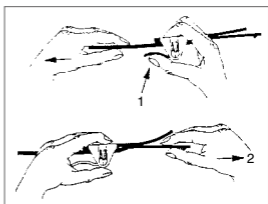

Fig. 5 Cinta craneal Lightweight
Ajuste de la **cinta craneal Lightweight (ver Fig. 5)**: Para el ajuste al contorno craneal la cinta se puede ensanchar mediante pulsación de la palanca (1) y estrechar estirando el extremo libre (2).